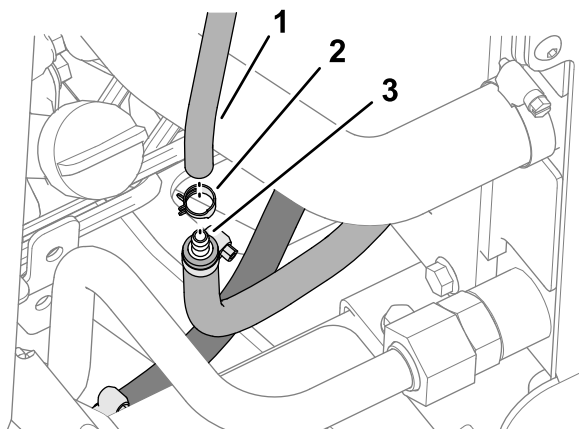

図 18
2. 燃料フィルタホースのもう一方の端を、残っている燃料クーラホースにつなぐ 図 18。
3. 燃料フィルタホースとスプリング式ホースクランプを、外側の燃料クーラホースのバーブ式コネクタに接続する 図 18。